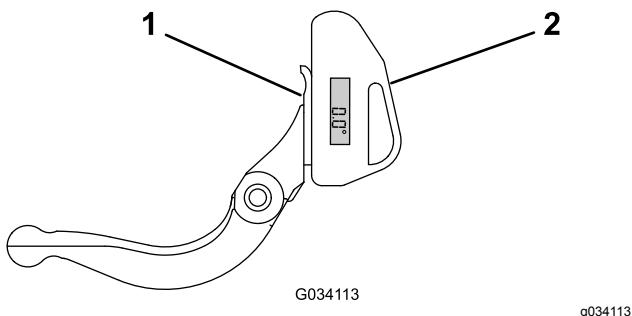

図 24
1. 図 24に示すように、ベッドナイフの底部に傾斜計をセットする。